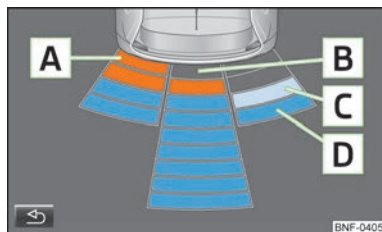

Fig. 67
- A** Mediante el segmento de color naranja se representa un obstáculo detectado en la zona de colisión » fig. 67. **¡No continúe el viaje!**
- Pulsando la tecla de función en la pantalla del equipo multifunción » fig. 67.